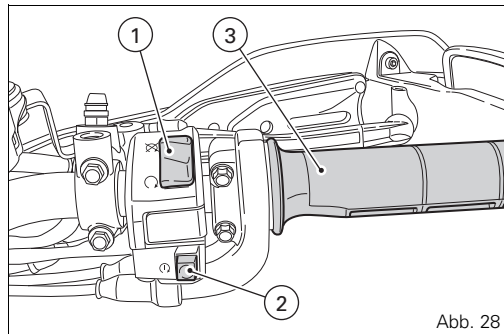

Abb. 28
- 1) Hat das Schutzsystem den Schlüsselcode erkannt, hebt das Schutzsystem die Motorsperre auf. Auf das Drücken der START-Taste (2, Abb. 28) hin, springt der Motor an.
Rechter Umschalter (Abb. 28)
Gasdrehgriff (Abb. 28)